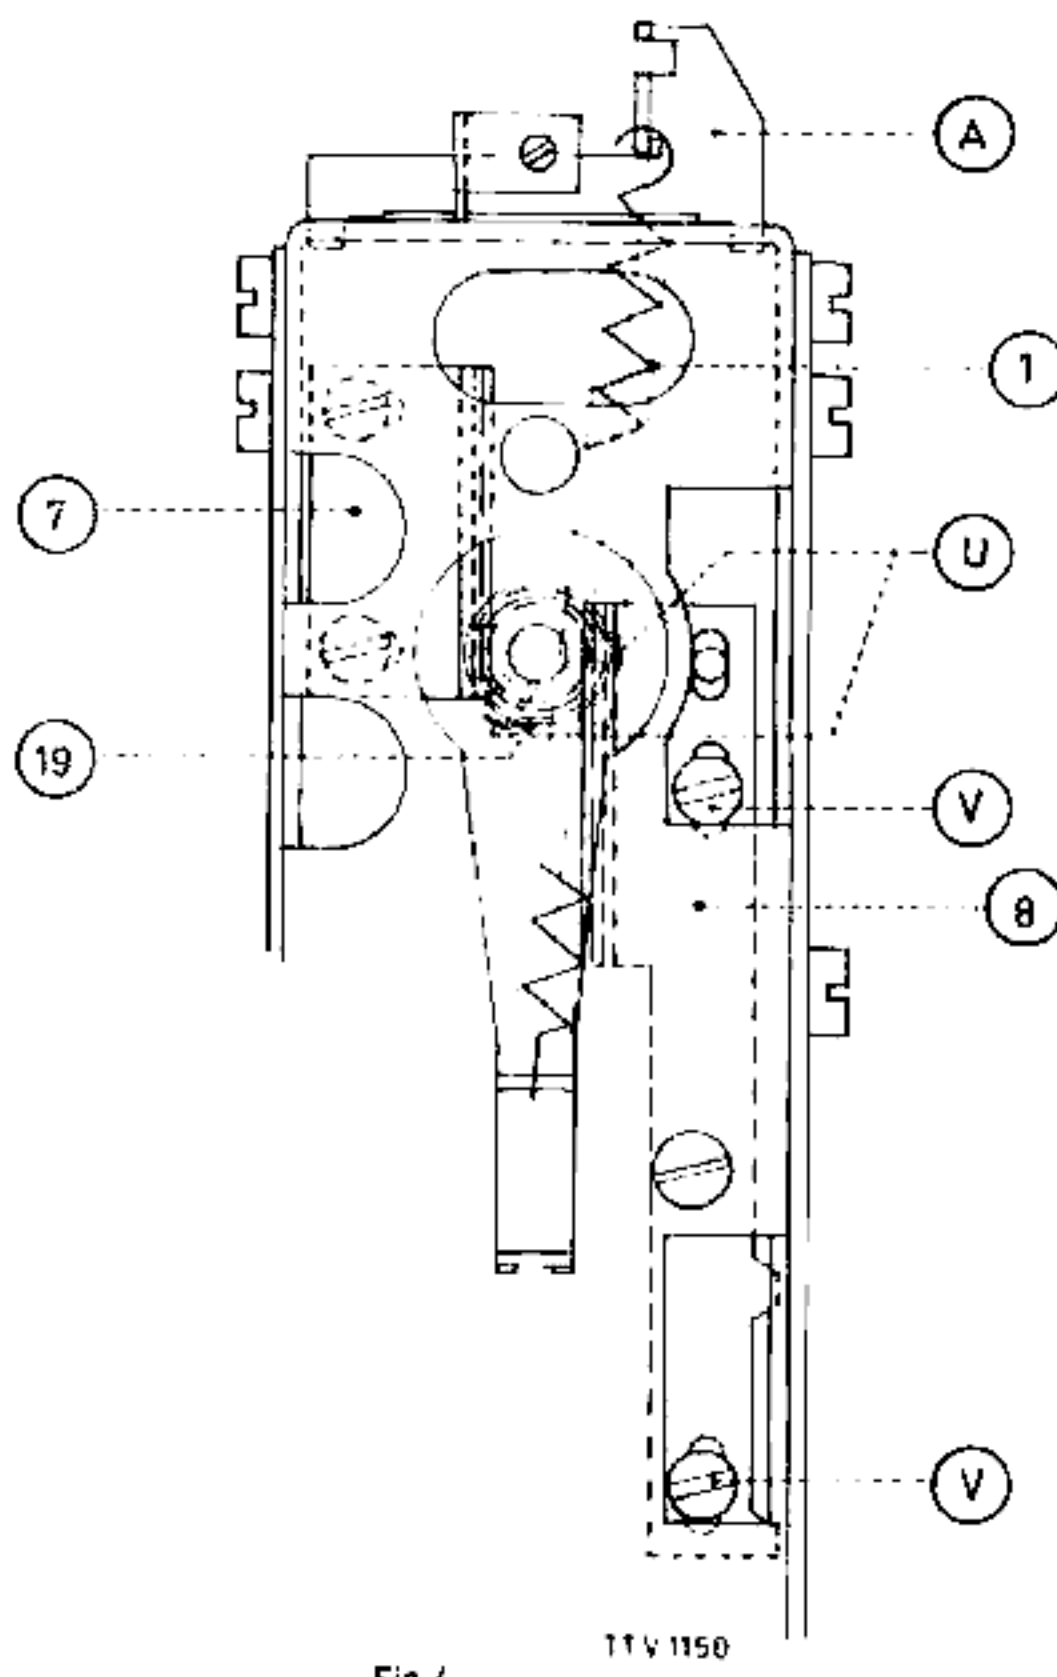

Fig. 4
- Draai de schroeven V, waarmee de tandheugel 8 is bevestigd, één slag los (fig. 4).
- Draai met een inbusleutel de boutjes U los van het rondsel 19 (fig. 4).
- Draai met een inbusleutel de boutjes U enkele slagen los (fig. 4).